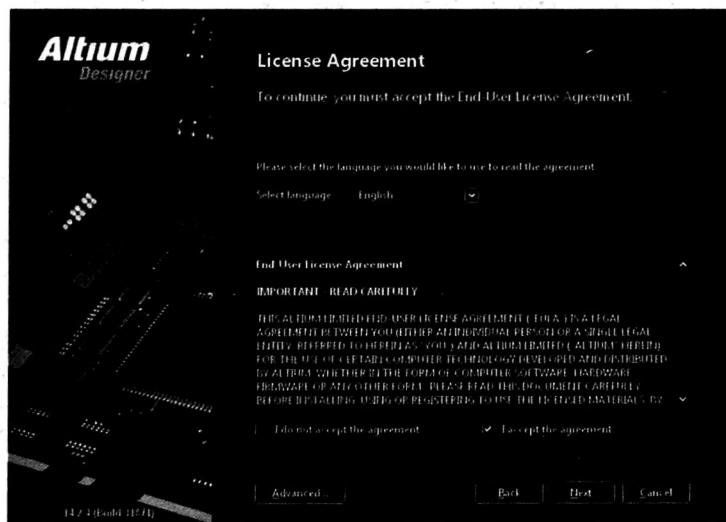

图 1-2 安装协议对话框
(2) 单击 Next（下一步）按钮，弹出 Altium Designer 14 的安装协议对话框。无需选择语言，选择同意安装“*I accept the agreement*”按钮，如图 1-2 所示。